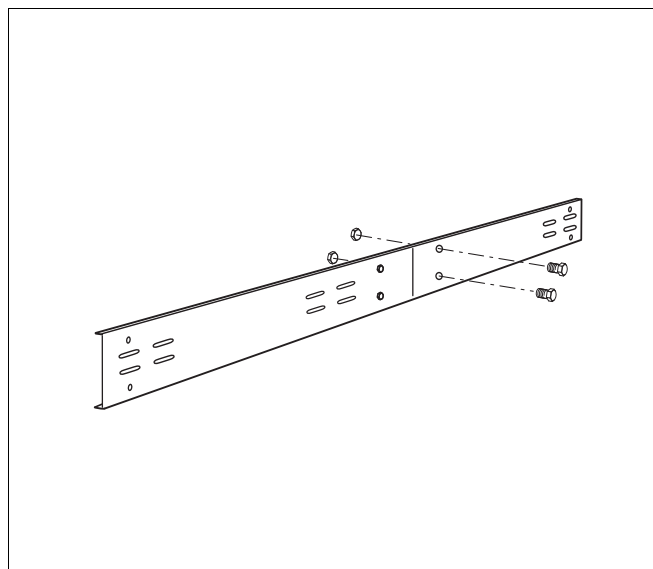

Рис. 11 Боковая траверса
- Боковые траверсы состоят из двух частей, которые нужно соединить заранее. Соедините обе части траверсы 2 винтами и 2 гайками (рис. 11).